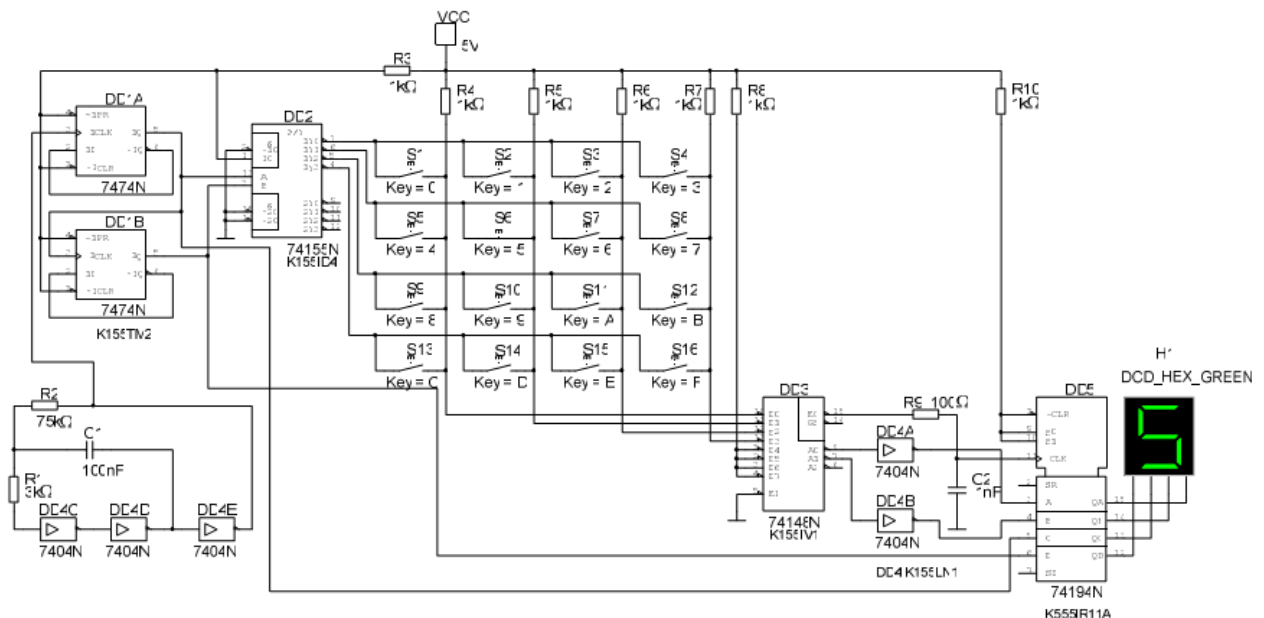

Рисунок 21 - Принципиальная схема динамической клавиатуры вMultisim
**Задание.** Для создания модели располагаем на рабочем поле программы все необходимые компоненты и устанавливаем между ними связи. В результате получаем принципиальную схему устройства (рис. 21).